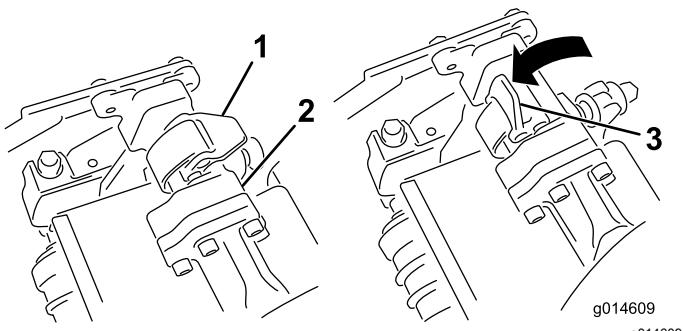
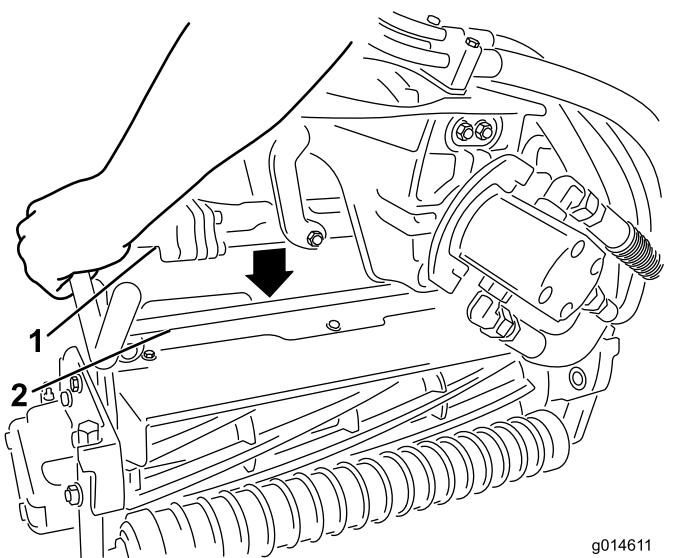

図 32
図 33
3. サスペンションアームのバーについているラッチを上向き開いた状態にして図32、サスペンションアームを押し下げて、バーを、カッティングユニットのバーの上に被せるようにする図33。
4. ラッチを下げるとき、カッティングユニットのバーがロックされてアームにセットされる。**図 32**
4. 取り外したいカッティングユニットのサスペンションアームのバーについているラッチを開く図 32。